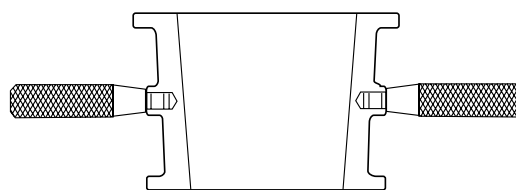
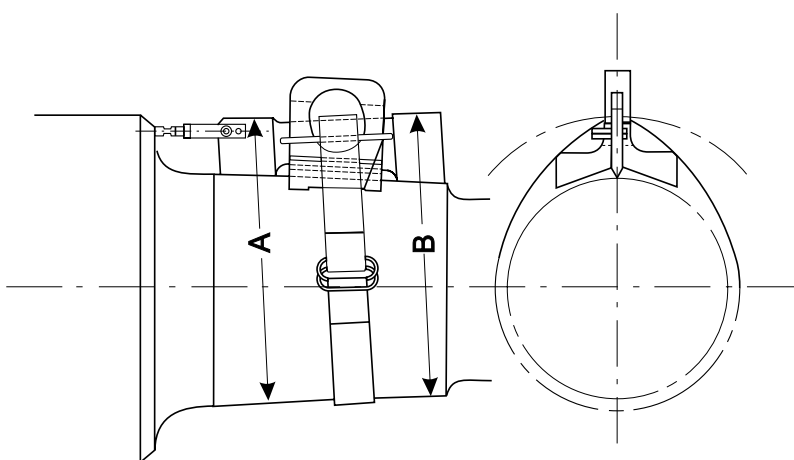

Рис. 3.6. Конусный калибр для измерения конусности шейки прокатного вала
Рис. 3.7. Измерение конусности синусной линейкой
- (1) Замерьте конусность подшипника; Обычно в таких случаях используются подшипники с внутренним отверстием с конусностью 1/12 но встречается и конусность 1/30. Чтобы измерить конусность, нанесите тонким слоем (менее 4 мкм) специальный синий состав на коническую поверхность, как показано на **рис. 3.6**, и вставьте конический калибр в отверстие. Рекомендуемая площадь контакта калибра с отверстием должна составлять 70% и более. Если диаметр отверстия велик, то калибр будет тяжелым, а процесс измерения – не таким простым. В этом случае используйте синусную линейку, как это показано на **рис. 3.7** замерьте микрометром размеры A и B и решите задачу об измерении конусности.
- (2) Очистка конической шейки перед установкой; Излишки смазки могут привести к несоответствующей посадке подшипника. Это может привести к самопроизвольному снятию подшипника с конической поверхности вала. Поэтому перед монтажом необходимо тщательно очистить посадочные поверхности вала и подшипника растворителем.
- (3) Контроль величины натяга; Для подшипника, устанавливаемого с натягом, задача определения величины натяга очень важна. Отрегулируйте ширину торцевого кольца подшипника калибром так, чтобы шейка вала переходила в цилиндр там, где заканчивается торцевое кольцо. Крайне важно, чтобы натяг был таков, чтобы монтаж подшипника заканчивался после контакта подшипника с кольцом.